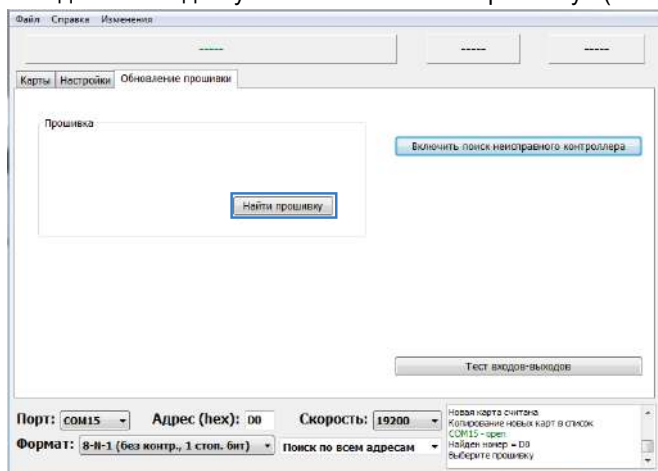

Рис.21. Выбор прошивки для загрузки в неисправный контроллер.
4. Подключить ТРК «AGFC» с поврежденной прошивкой к программатору «TKLS-Prog», подключенному к компьютеру. Программа «AGFCConf» обнаружит неисправное устройство и предложит выбрать файл прошивки для загрузки в это устройство – в окне состояния появится сообщение «Выберите прошивку» и на вкладке станет доступной кнопка «Найти прошивку» (Рис.21).